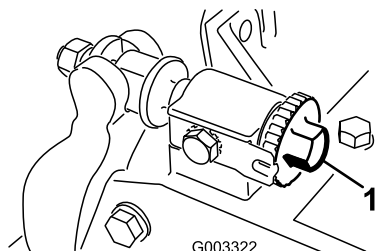

Figura 7
- A. Rotii uruburile de reglare pentru bara de cadru în sensul acelor de ceasornic (Figura 7), cu câte 1 clic, până când simții și auzii realizarea unui contact ușor.
13. Inserați o bucată lungă de hârtie pentru verificarea performanței de tăiere (nr. piesă Toro 125-5610) între cilindru și contracuit, perpendicular pe contracuit (figura 7), apoi rotiți cilindrul **încet** în față; ar trebui să taie hârtia; în caz contrar, rotiți fiecare urub de reglare al barei de cadru în sensul acelor de ceasornic cu 1 clic și repetați acest pas până când taie hârtia.